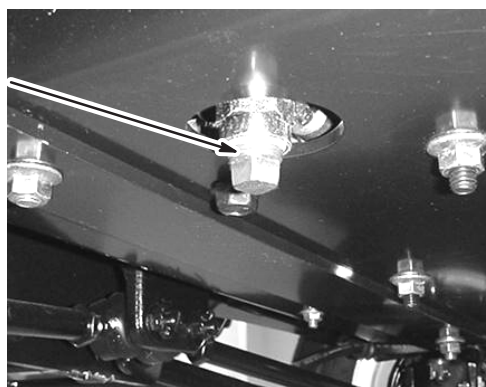

Bild 34
5. Entfernen Sie die Ablassschraube (Bild 34).